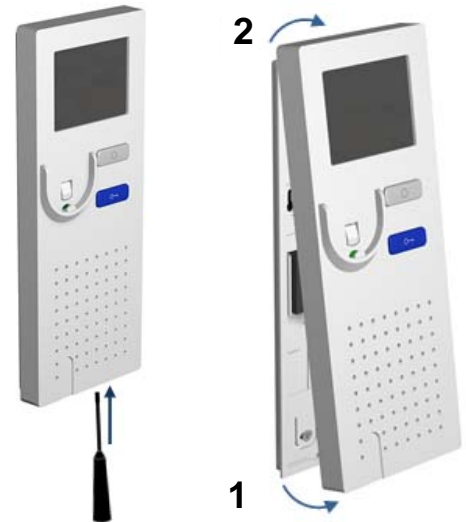

Abb. 7: Öffnen des Telefons
- ▶ An der Unterseite des Gerätes befindet sich eine rechteckige Entriegelungsöffnung. Führen Sie einen kleinen Schraubendreher gerade und mit leichtem Druck in diese Öffnung ein (Abb. 7).
- ▶ Die Oberschale lässt sich an der Unterseite abziehen (1).
- ▶ Heben Sie die Oberschale aus den beiden oberen Rastwinkeln heraus (2).